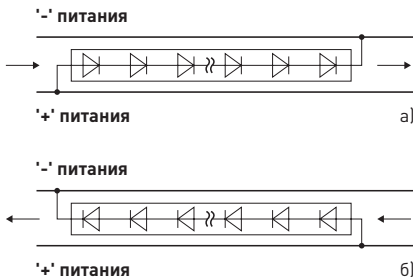

Рис.7. Варианты полярности контактов питания светодиодной ленты.
2) Сориентируйте светодиодную ленту в соответствии с полярностью контактов источника питания, см. рис.7.